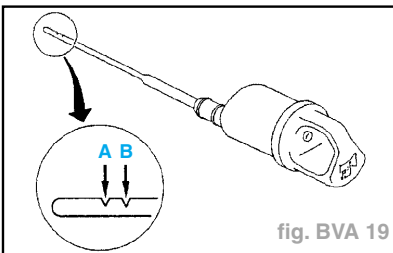

fig. BVA 19
- Sur la jauge, le niveau d'huile doit se situer entre les repères mini "A" et maxi "B" (fig. BVA 19).